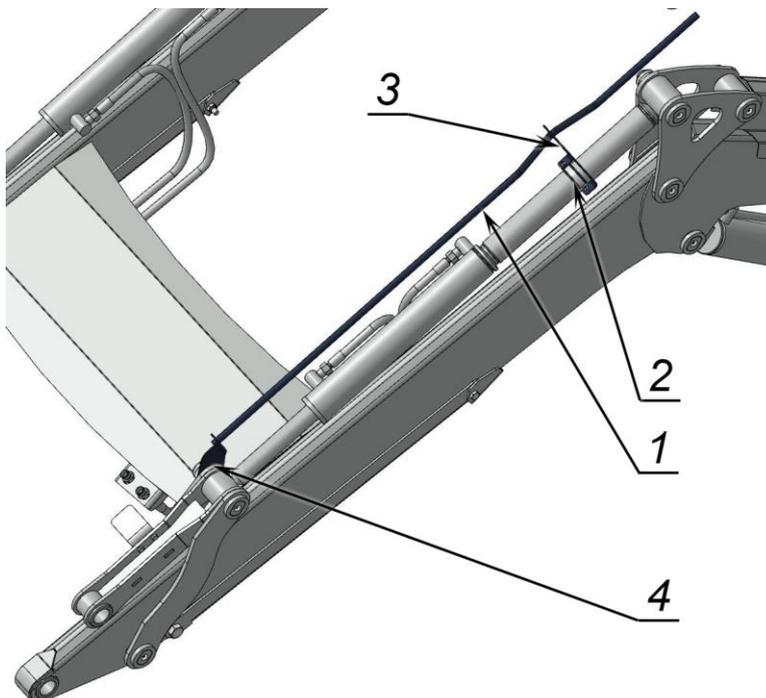

Рисунок 1.14 – Указатель уровня ковша
1.4.9 **Указатель уровня рабочего органа** предназначен для более удобного визуального контроля наклона рабочего органа. Указатель уровня рабочего органа (рис. 1.14) состоит из указательной трубки (1), хомута (2),